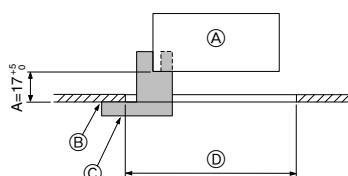

Fig. 5-2
5.2. Preparación para conectar la rejilla (Fig. 5-2)
- Con la plantilla ③ que se suministra con este equipo, ajuste y compruebe la posición de la unidad en el techo. Si la unidad no está colocada en el techo de forma adecuada, podrían producirse escapes de aire o generarse una condensación.
- Ⓒ Plantilla ③ (metida en la unidad)